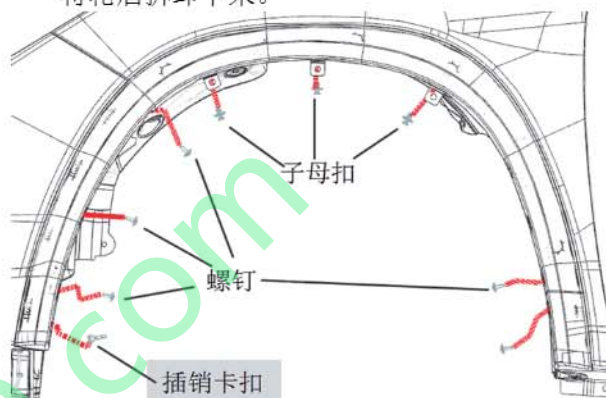

图 2-25
(1) 用 10 号套筒, 拆除发动机挡泥板与前副车架横梁连接的 4 个螺栓, 如图 2-25 所示;